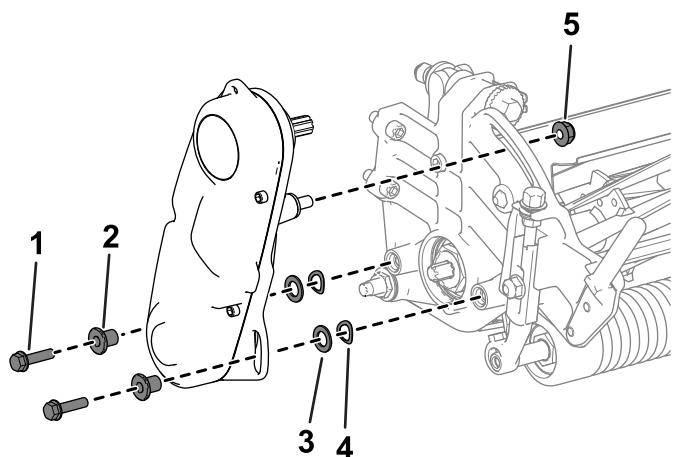

Рисунок 3
1. Снимите детали крепления узла привода барабана к боковой пластине (Рисунок 3).
2. Снимите привод барабана в сборе, плоские шайбы, пружинные шайбы и проставки с боковой пластины (Рисунок 3).